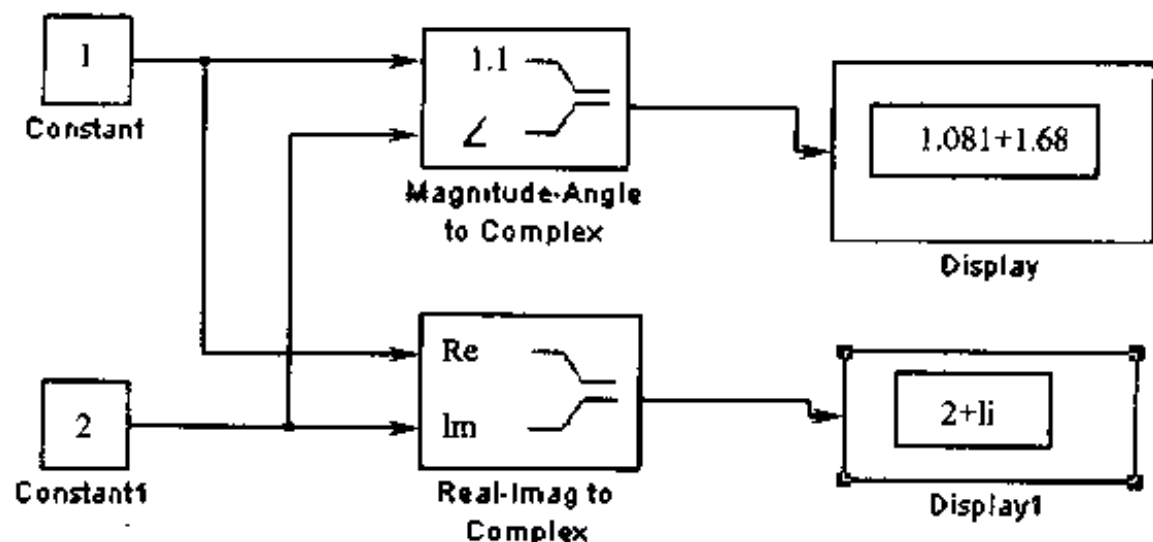

图 5-20 产生复数信号的示例模型
- (1) 把 MATLAB 工作空间里的复数信号通过 root-level import 导入到模型里;
- (2) 复制一个 Constant 模块到你的模型里, 并把它参数设为复数;
(3) 分别产生对应着复数信号实部和虚部的两个实信号,然后把它们联合成一个复数信号。这里要用到 Real-Image to Complex 模块,它的位置在 Simulink 库的 Math 子库,在 Math 子库里还有一个 Magnitue-Angle to Complexm 模块,它是把两个输入作为幅值和辐角来生成复数。图 5-20 给出了一个演示如何产生复数信号的示例模型,读者可以看到使用这两个模块得到的结果完全不同。此外,Math 子库还提供了一个把复数分解为实部和虚部的模块——Complex to Real Image 模块。